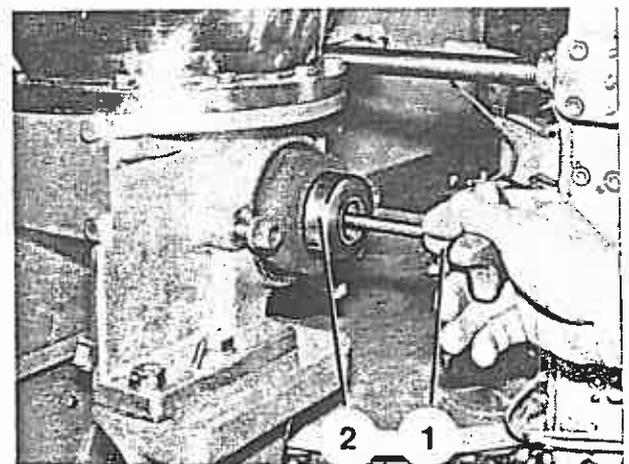

Bild 119
10. Sterngriff mit Schraube (Bild 119/1) in den Drehschieber (Bild 119/2) einschrauben und Drehschieber aus dem Dosiergehäuse herausziehen.